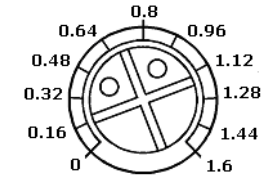

Рис.6. Установка тока фазы двигателя
5. Установите ток обмоток двигателя потенциометром согласно рис.6. Превышение номинального тока двигателя может привести к перегреву двигателя и блока управления. Следите за правильно установленным значением тока.